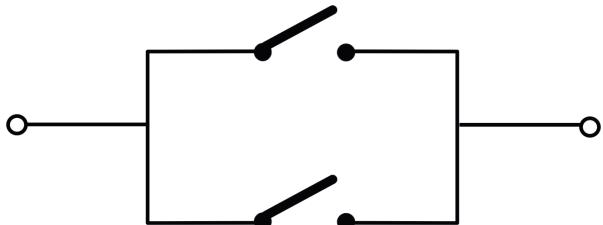

Fig. 14
**👉** Per installare più datori d'impulso d'apertura totale, collegare i contatti N.A. in parallelo (fig. 14).
**👉** Per installare più datori d'impulso d'apertura parziale, collegare i contatti N.A. in parallelo (fig.14).